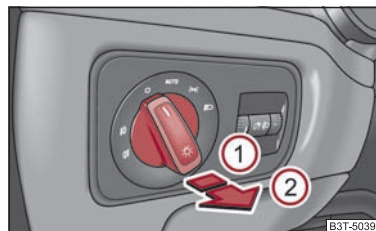

Abb. 48 Schalttafel: Lichtschalter
- Drehen Sie zunächst den Lichtschalter in die Position  oder  ⇒ Abb. 48.
- Drehen Sie zunächst den Lichtschalter in die Position  oder  ⇒ Seite 66, Abb. 48.